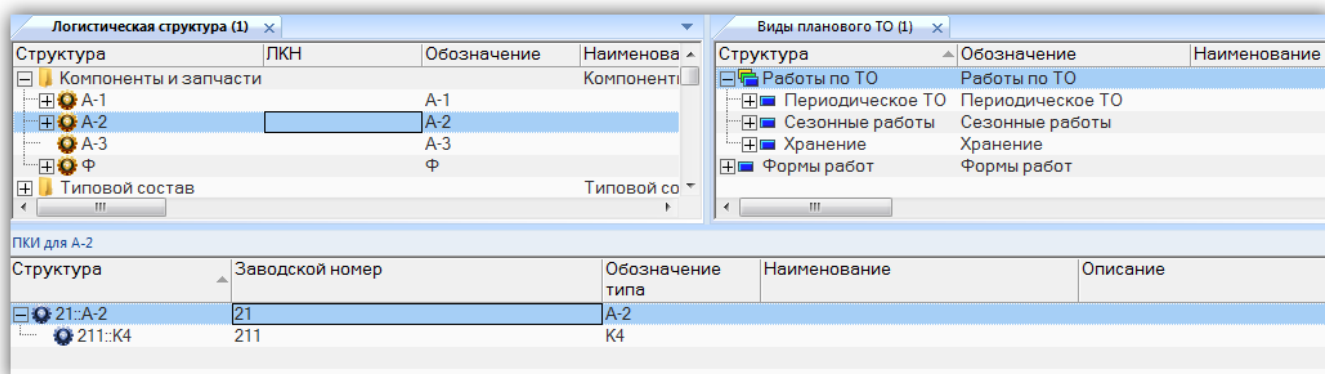

Рис. 5-3 – Рабочая область главного окна ILS Suite
2) Рабочая область содержит одно или несколько рабочих окон для работы с данными (рис. 5-3). Между рабочими окнами возможен обмен данными методом «переместить и отпустить».